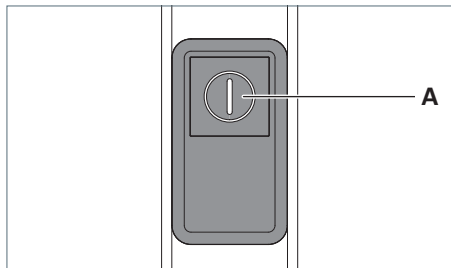

Fig. 19 : Élément de commande.
- Appuyez sur la touche **A** sept fois de suite rapidement, voir Fig. 19.
- Appuyez sur la touche **A**, voir Fig. 19.
- ▶ Appuyez sur la touche **A**, voir Fig. 19.
- ▶ Appuyez sur la touche **A** et maintenez-la enfoncée, voir Fig. 19.